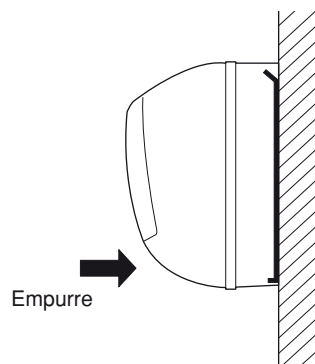

Fig. 33
- (1) Para instalar a unidade de montagem interior, monte a unidade de montagem interior nas 2 linguetas na parte superior da placa traseira.
- (2) Mantenha a saída de descarga do ar e exerça pressão na parte inferior da unidade de montagem interior até que ela emita um estalido para prender firmemente as 2 linguetas na parte inferior da placa traseira. (Fig. 33)